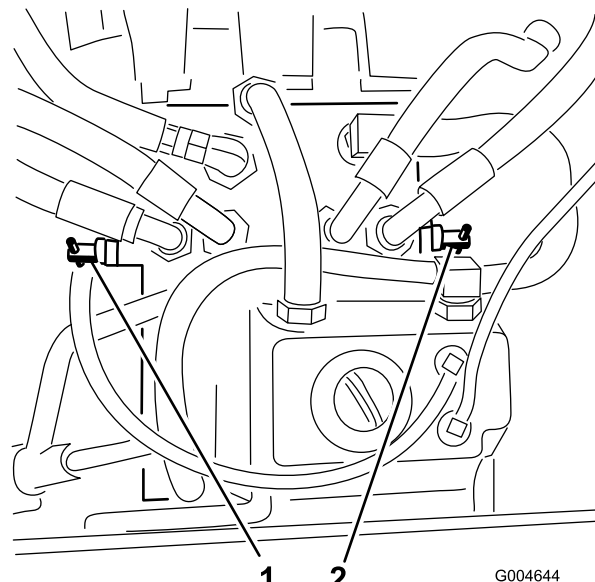

Figura 36
3. Gire las válvulas de desvío una vuelta en el sentido contrario a las agujas del reloj (Figura 36).
Gire cada válvula de desvío una vuelta en el sentido de las agujas del reloj y apriételas a mano (par de apriete de 8 N·m (71 pulgadas-libra) aproximadamente) (Figura 36).